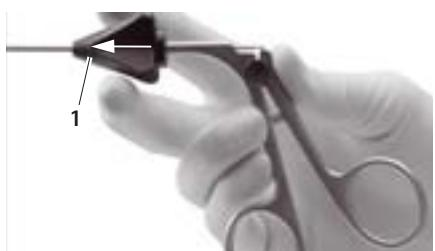

Fig. 9
- Deixar deslizar a estrela rotativa 1 para a frente, ver Fig. 9.